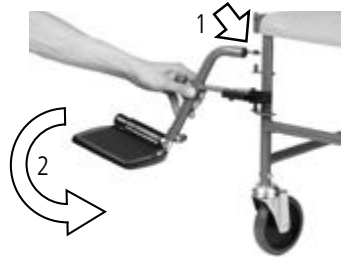

Abb.4
1. Zum seitlichen Einhängen der Beinstütze ergreifen Sie diese am Beinstützenrohr und stecken Sie sie auf die Aufnahmepins am Rahmen (1, Abb. 4).
2. Schwenken Sie die Beinstütze nach vorne bis der Klemmhebel einrastet (2, Abb.4).